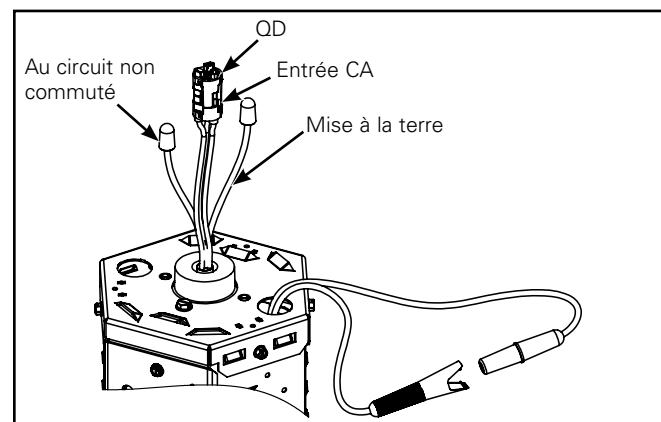

Figure 2.
3. Branchez l'entrée CA au luminaire, y compris le circuit non commuté pour le bloc-piles. Effectuez le câblage selon le code. (Figure 2).